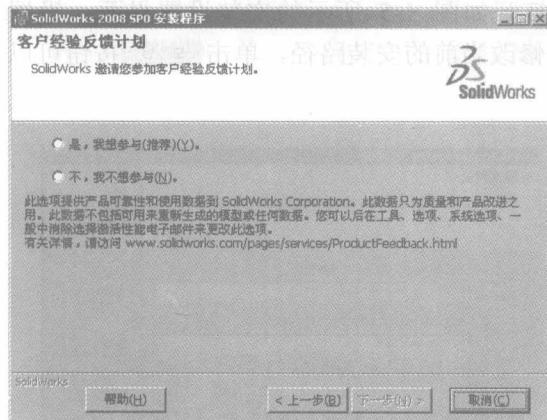

图 1-8 是否参与客户经验反馈计划
(7) 单击 **下一步(N) >** 按钮打开如图 1-8 所示的安装窗口，系统询问是否需要参与 SolidWorks 公司的客户经验反馈计划，用户可以自由选择参与与否。